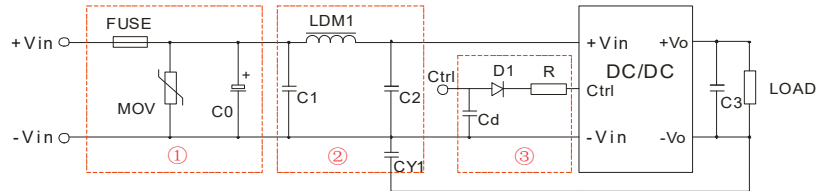

图 3
- ①图3中第①部分用于EMS测试;第②部分用于EMI滤波,可依据需求选择;
- ② V_c 为Cnt端相对于输入地- V_{in} 的电压, V_D 为D1的正向导通压降, I_c 为流入Cnt端的电流,一般取5-10mA,Cnt端外围电路如图3-③;
- ③若图中元器件无附其参数说明,则此型号外围中不需要这个元器件。